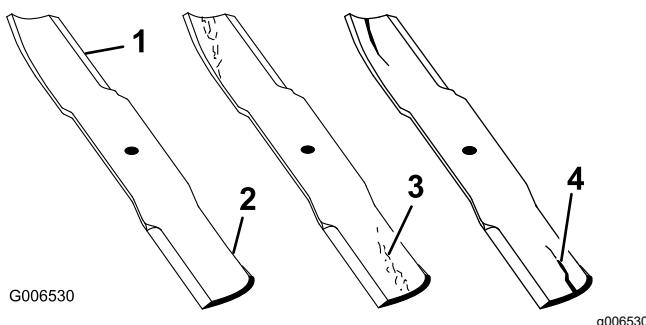

图 31
- 仔细检查刀片的剪草端特别是刀片平面和曲面交接的部分(图31)。由于沙子和研磨材料可能导致连接刀片平面与曲面的金属磨损请在使用机器之前检查刀片。如果看到出现磨损图31请更换刀片请参阅拆装刀片(页码18)。
如果刀片能够经受磨损刀片的刀翼与平面部分之间也会形成凹槽(图31)。最终刀片可能断裂并被抛掷出刀片外壳可能对您自己或旁观者造成严重的伤害。